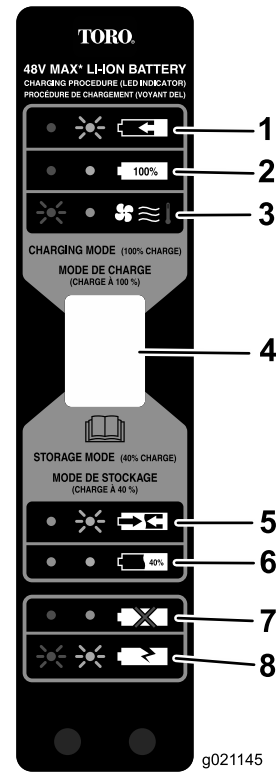

Figure 24
5. Reportez-vous à la Figure 24 pour interpréter les indications des diodes sur le chargeur de batterie.
Utilisez le mode de stockage (Figure 24) quand la batterie ne doit pas être utilisée pendant 1 mois ou plus.
4. Lorsque la batterie est prête au stockage (Figure 24, repère 6.), retirez-la du chargeur.